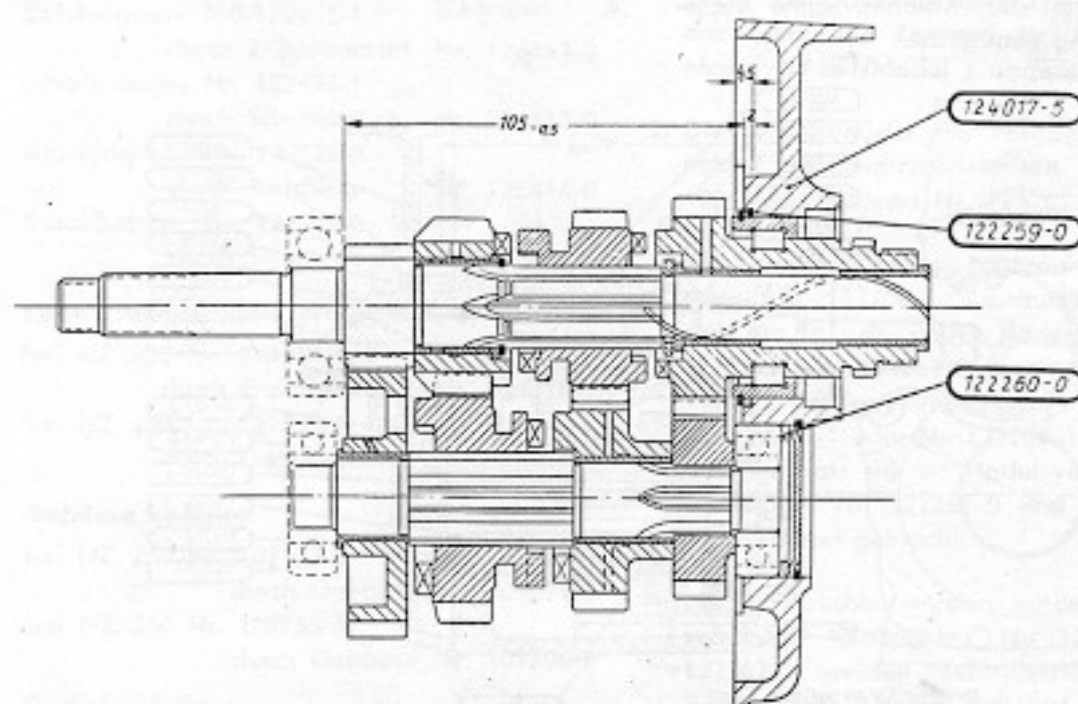

Bild 155. Getriebeänderung bei NZ 350: Verwendung des Deckels auf der Antriebsseite Nr. 124017-5 (vom verstärkten Getriebe) für normales Getriebe
9. Soll der Deckel auf der Antriebsseite Nr. 124017-5 (verstärktes Getriebe) für das normale Getriebe bis Motor Nr. 1180 600 verwendet werden, so muß auf der rechten Lagerseite für die Kupplungs-Vorgelegewelle je eine Ausgleichscheibe (Nr. 122259-0 bzw. 122560-0) beigelegt werden (Bild 155).